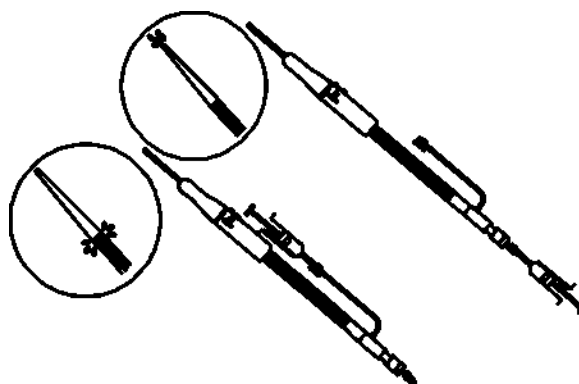

Рис. 3. Промывка внутренней трубки и внешнего интродьюсера
- Подсоедините шприц с гепаринизированным физиологическим раствором к разъему Люэра и гемостатическому клапану и промойте каждый отдельно для удаления воздуха из внутренней трубки и внешнего интродьюсера. (рис.3)